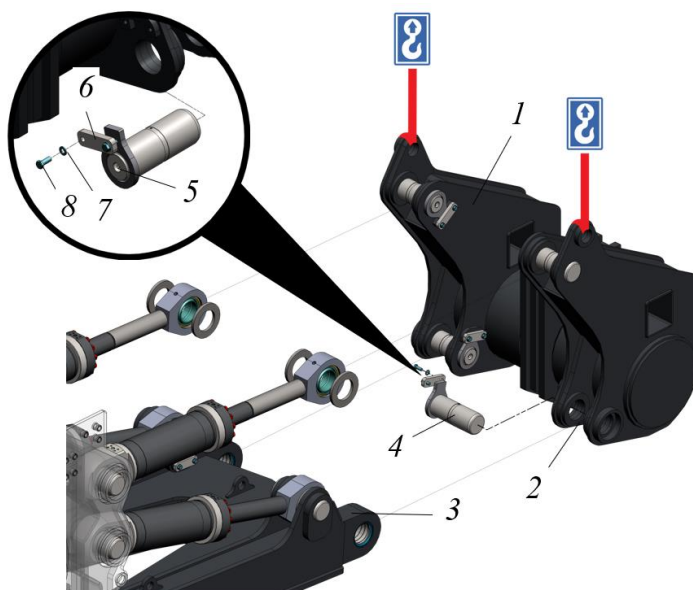

Рисунок 3.141. Соединение балки со звеном
- ▶ Грузоподъемным оборудование поднять балку 1, см. рис. 3.141. Совместить проушины балки 2 с проушиной звена 3, установить палец 4. Зафиксировать палец 4 при помощи пластика 6, шайб 7 и болтов 8. Болты М16 поз. 8 затянуть моментом не более 195 Н*м.